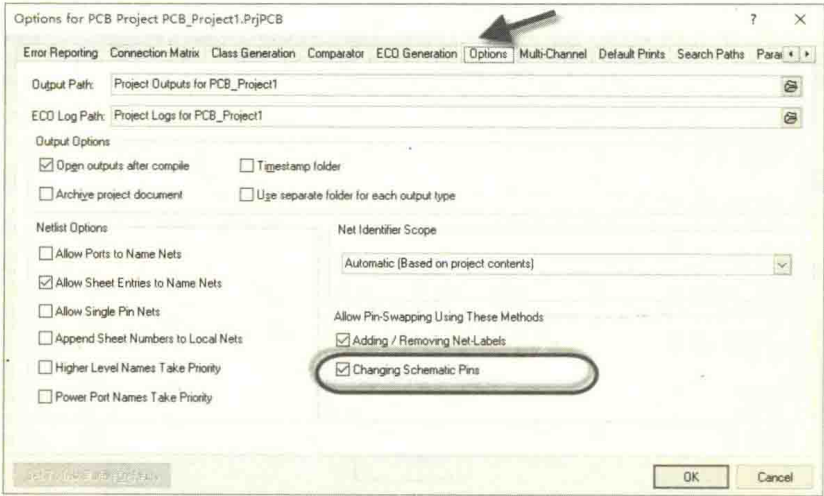

图 11-9 反导入原理图设置
(8) PCB 执行调换更改之后，需要把网络交互反导入原理图，如图 11-9 所示，执行菜单命令“Project-Project Options...”，勾选反导入选项“Changing Schematic Pins”。